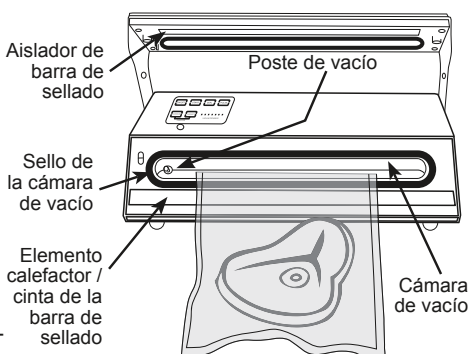

FIGURA 9
5. Coloque el extremo abierto de la bolsa en el sello de la cámara de vacío, ligeramente dentro de la cámara de vacío (**FIGURA 9**). El poste de vacío no puede ser bloqueado ni cubierto por la bolsa. Verifique que no haya arrugas ni quiebres en el área de sellado de la bolsa.